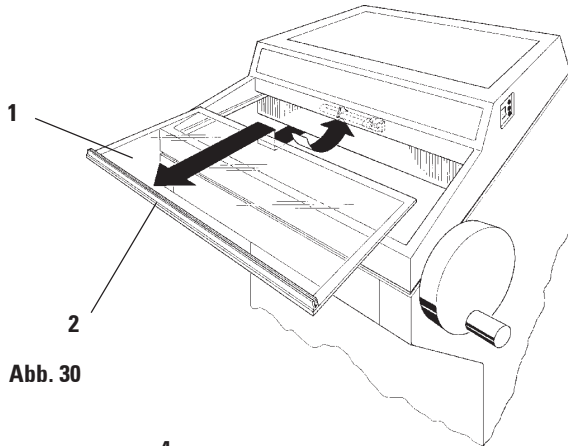

Abb. 30
- Schiebefenster in geschlossenem Zustand an der Griffleiste fassen, leicht anheben und nach vorn herausnehmen (Abb. 30) - siehe '9.3.6 Austausch der Leuchtstofflampe'.